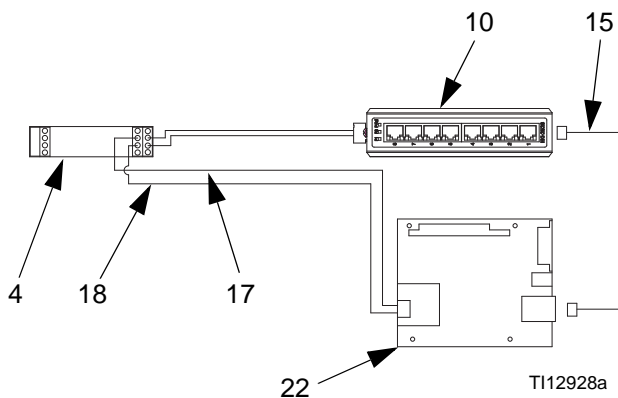

FIG. 65 : Remplacer la carte d'AWI
4. Débranchez le câble (15) et les fils (17, 18) de la carte (22). FIG. 65.
5. Enlevez les vis (21) et la carte (22).
6. Installez la nouvelle carte. Rebranchez le câble (15) et les fils (17, 18).